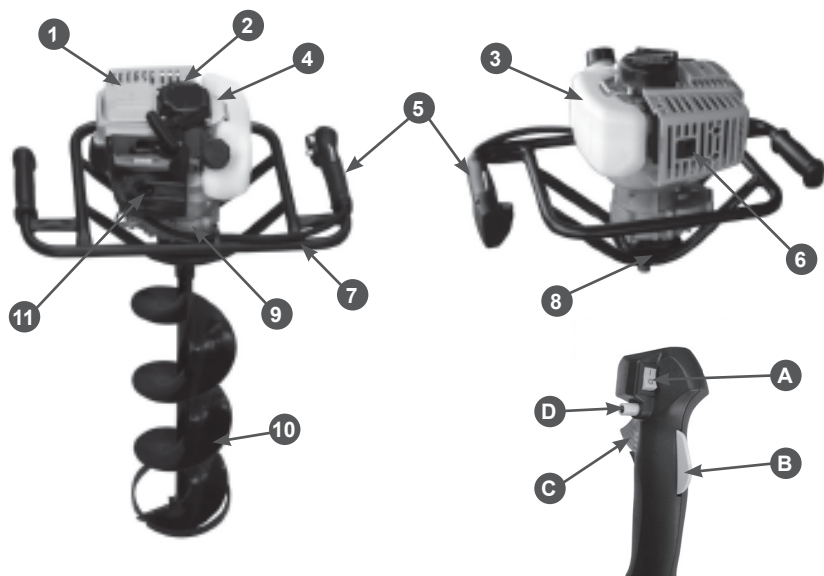

Рис. 1 Расположение основных узлов и органов управления
Расположение основных узлов и органов управления мотобура представлено на Рис. 1.
5. Выключатель зажигания (А) установите в положение «I» Рис.1. Удерживая предохранительный рычаг курка газа (В) нажмите на курок газа (С). Для облегчения запуска зафиксируйте курок газа фиксатором (D) (Рис.1).